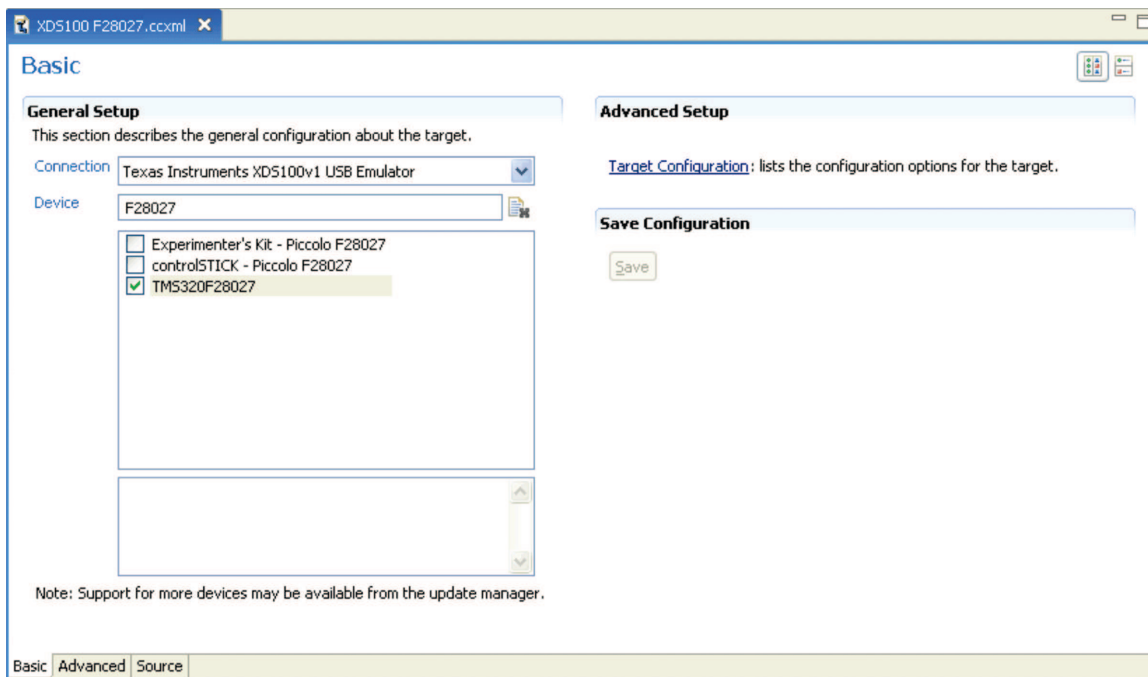

图 14. 配置一个新目标
4. 这将打开一个如图 14 中所见的新标签。如下选择并进入选项：
- (a) 连接 - 德州仪器 (TI) XDS100v1 USB 仿真器。